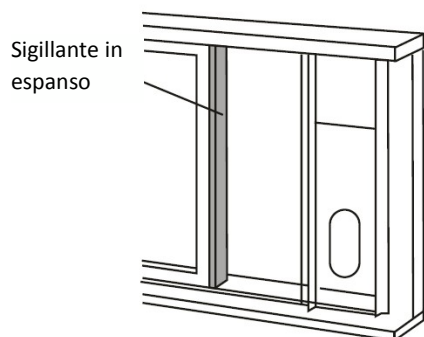

Fig. 14
3. Tagliate il sigillante in espanso (autoadesivo) su misura e incollatelo a sinistra sull'anta della finestra (vedi fig. 14).